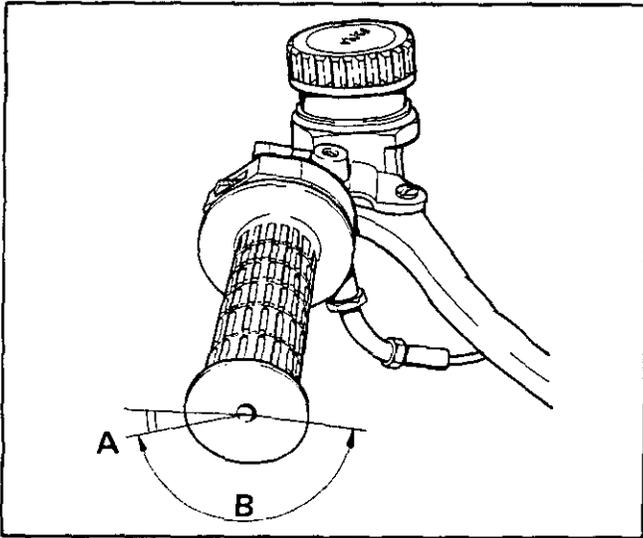
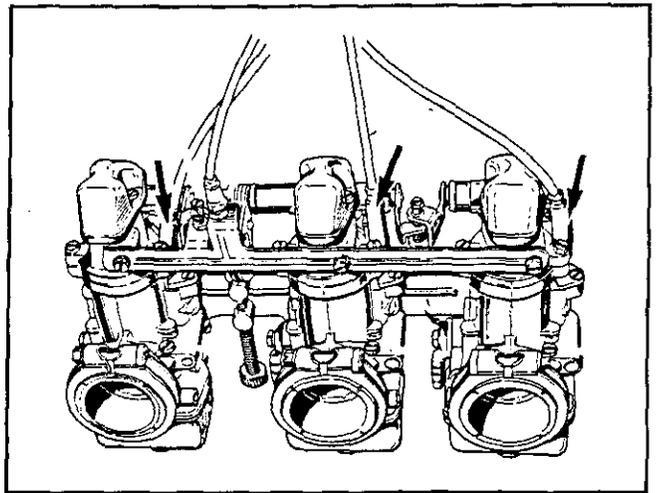

Fig. 38
Fig. 39
4. Gioco di rotazione del comando gas (Fig. 38). Controllare che vi sia un gioco di 2° o 3° nella manopola comando gas regolando il tenditore del cavo posizionato vicino al comando. Ripetere l'operazione per tutti e tre i cavi dello starter. Dovrebbero avere almeno 3 mm di gioco. Ogni regolatore è vicino ai carburatori (Fig. 39). Sarà necessario rimuovere il serbatoio
4. Throttle twist grip free travel (Fig. 38). Check there is 2° or 3° clearance in the throttle knob by adjusting the cable "tensioner" close to same. Repeat this operation for all three choke cables. There should be at least 3 mm clearance. Each adjuster is near the carburetors (Fig. 39). It will be necessary to remove the fuel tank.